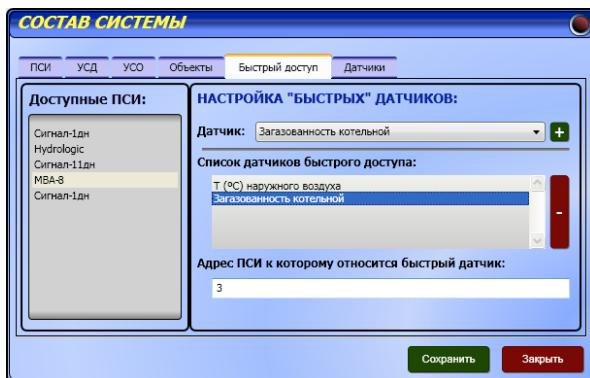

рис. 69
2.1.5 Быстрый доступ (рис. 69)